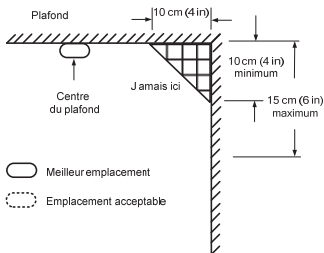

Figure 3 : recommandations pour installer les détecteurs de fumée et de chaleur de façon optimale
- Installez les détecteurs de fumée et de chaleur le plus près possible du centre du plafond. Si vous n'y parvenez pas, installez le détecteur à plus de 30 cm des murs ou des angles (*reportez-vous à la Figure 3*).
- Si l'installation au plafond s'avère impossible et que les autorités locales et nationales autorisent l'installation murale des détecteurs, installez-les sur des murs à une distance de 30 cm à 50 cm du plafond (*reportez-vous à la Figure 3*).
- Dans les endroits où l'air est statique, notamment sous des toits pointus ou dans des angles entre les murs et le plafond. L'air statique peut empêcher la fumée d'atteindre le détecteur (*reportez-vous à la Figure 3 et à la Figure 4 pour connaître les emplacements d'installation recommandés*).